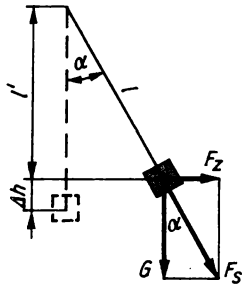

Bild 112
2. Bild 112. Aus $\tan \alpha = F_Z/G$, $F_Z = m\omega^2 r$ und $\omega = 2\pi/T$ folgt